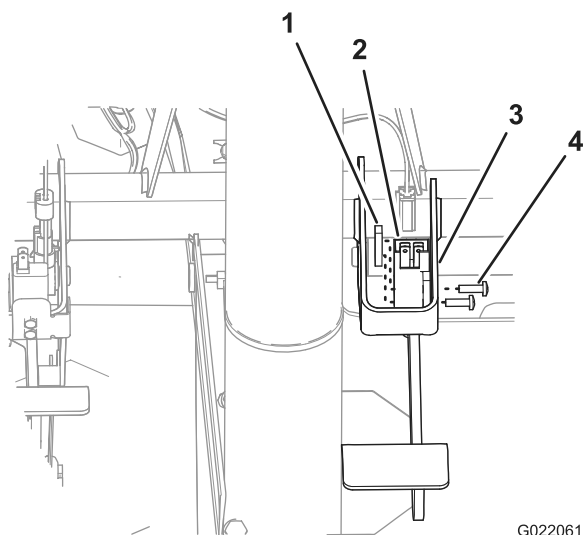

Figura 6
- Allineate il nuovo **contattore del freno a 4 pin** alla **staffa di supporto per il pedale del freno** con i contatti del contattore rivolti verso il volante (Figura 6).
- Allineate i fori del contattore del freno a 4 pin con i fori della staffa di supporto (Figura 6).
- Fissate il contattore alla staffa con le 2 viti e l'altra piastra filettata (Figura 6).